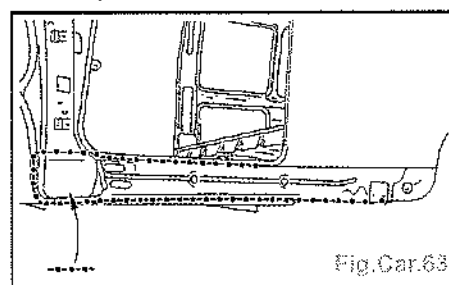

Fig. Car.63
- Préparer les bords d'accostage et les protéger par un apprêt soudable (Fig. Car.63).